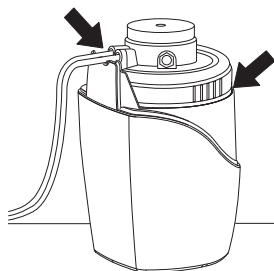

Fig. 43
Baja carga de las baterías (5 pitidos durante el flujo de agua tratada).	Cambie las baterías (pág. 10, Fig. 43 y 44).
15. **Verifique** que no haya señales de goteras (Fig. 43). Consulte la sección de Reparación (pág. 7).